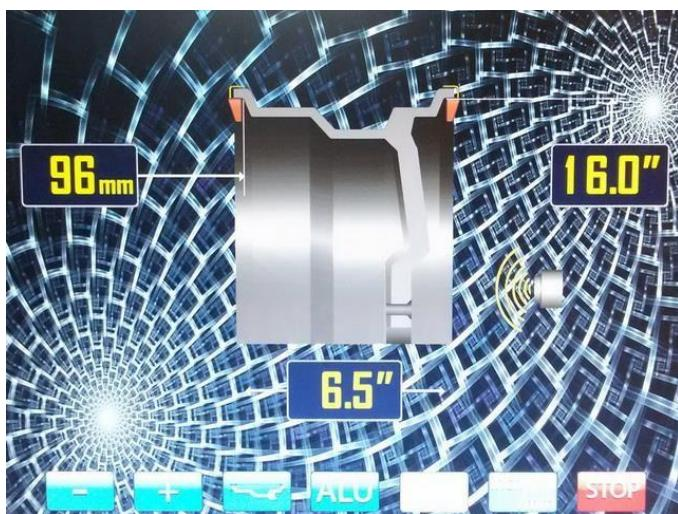

Рис. 10.2.
При включении питания СБ автоматически устанавливается исходный параметр « b », записанный в памяти СБ, который можно проконтролировать, нажимая кнопку A, d, b (кнопка 3 на рис.10.2.)
11.2. Данная модель СБ снабжена устройством, позволяющим автоматически вводить диаметр колеса и дистанцию до колеса. Для этого необходимо, взяв за рукоятку, вытянуть из корпуса СБ штангу ввода параметров, подвести палец на конце рукоятки к месту установки корректирующих грузов на внутренней стороне диска (см. рис. 10.1) и удерживать штангу в этом положении до появления звукового сигнала, после чего возвратить штангу в исходное положение. При этом экран основного рабочего режима сменится на экран ввода геометрических параметров колеса (рис10.2). В левом верхнем окне отображается введенная дистанция в мм до плоскости установки балансировочных грузиков с внутренней стороны диска колеса. В правом верхнем окне отображается введенная величина диаметра диска колеса. В нижнем окне отображается ширина диска колеса. В правой части экрана появится изображение УЗ датчика (рис.10.2).
колеса, если требуется их ручная коррекция. Переключение кнопок «-» и «+» для коррекции диаметра и дистанции осуществляется кнопкой A, d, b (кнопка 3 рис.10.2), при этом корректируемая величина выделяется красным цветом, кроме того кнопка A, d, b позволяет перейти к экрану ввода геометрических параметров из экрана основного рабочего режима.
. Введите геометрические параметры колеса как описано в п. 11.2 или 11.4. На экране ввода геометрических параметров отображается стандартная балансировка грузами на пружинках (рис.10.2.).